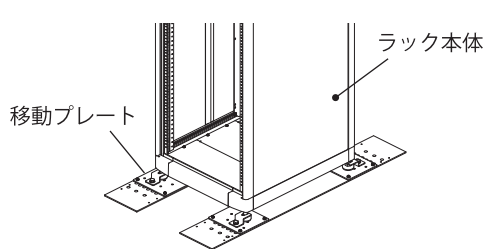

図2
2. レベルフットを装着したラック本体を移動プレート上に設置してください。(図2)